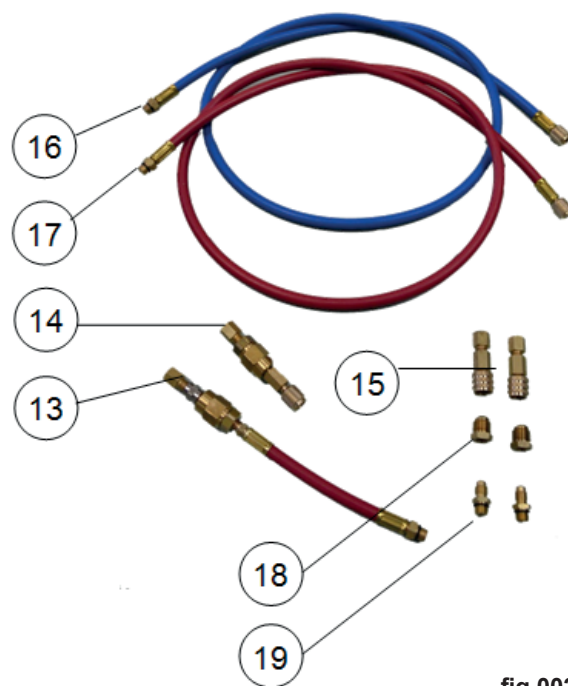

fig.002
3. Koble den blå slangen fra det spylesettet **16** *fig.002* til tilkoblingen **5**.
2. Skru adapteren **13** fra det medfølgende spylesettet fig.002 på den **røde serviceslangen** (høytrykk) og skru deretter hurtigkoblingen for høytrykk på adapteret **13** (eller 3/8 "SAE adapter).
5. Koble adapter **14** fra spylesettet *fig.002* til blå service slange (lav trykk) på AC servicemaskinen
7. Koble blå slange **16** fra spylesettet *fig.002* til kobling **5** på spyleenheten.